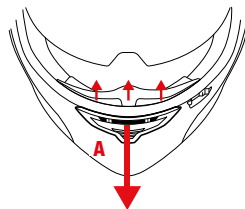

FIGURA 4
- Figura 4: presa d'aria completamente aperta.